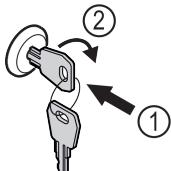

Fig. 177
- Вставьте ключ Fig. 177 (1).
- Поверните ключ на 90° по часовой стрелке Fig. 177 (2).